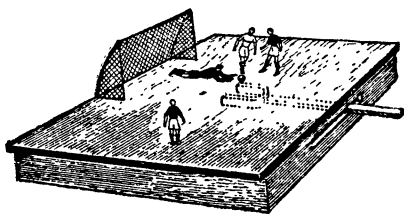

Рис. 56. Магнитные футболисты.
4. Сделайте из фанеры футбольное поле с одними воротами. Из плотной бумаги вырежьте несколько фигурок футболистов (рис. 56).
Возьмите подковообразный магнит и прикрепите его к металлическому прутку или палочке диаметром 5—6 миллиметров, как показано на рис. 56. Перемещайте магнит под полем.